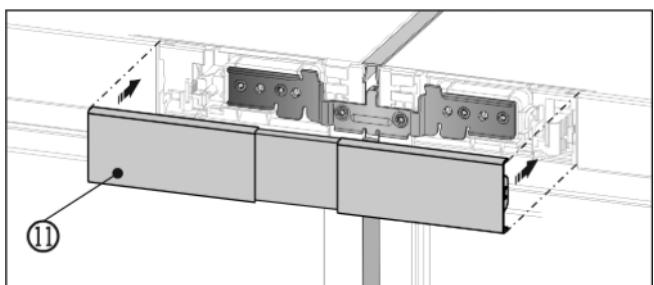

Fig. 15
- ▶ Зашелкните верхнюю крышку Fig. 15 (11) на еще открытом промежутке обеих заглушек участков обслуживания. Следите за тем, чтобы наружные стороны крышки заканчивались ровень с заглушками участков обслуживания.